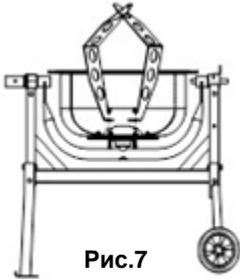

Рис.7
6. Установка лопастей для размешивания (рис.7).